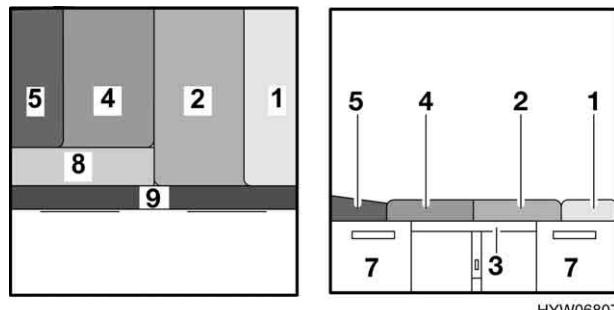

Fig. 42 Dopo la trasformazione
- Posizionare i due cuscini del divano (Fig. 42,2 e 4) al centro.
- Spingere i cuscini dello schienale (Fig. 42,1 e 5) tra i cuscini del divano e la parete.
- Appoggiare i cuscini aggiuntivi (Fig. 42,8 e 9) sulla prolunga del cassone letto.